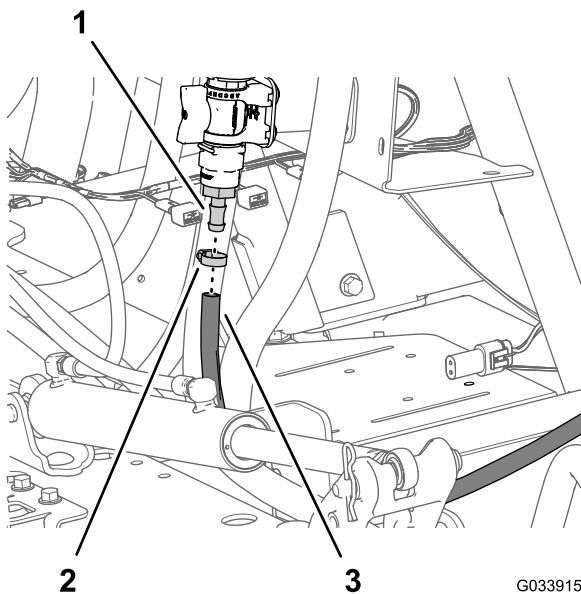

Рисунок 20
6. Наденьте шланг распылителя на штуцер типа «елочка» регулирующего клапана и закрепите шланг на штуцере при помощи шлангового хомута (Рисунок 20).